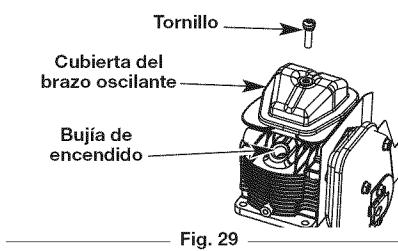

Fig. 29
5. Limpie la suciedad de alrededor de la cubierta del brazo oscilante. Saque el tornillo que sostiene la cubierta del brazo oscilante con un destornillador grande de vástago plano o con una broca Torx T-25 (Fig. 29). Saque la cubierta y la junta del brazo oscilante.
- El pistón esté en la posición superior de su recorrido. Esto deberá hacerse mirando por el orificio de la bujía. (Fig. 29)